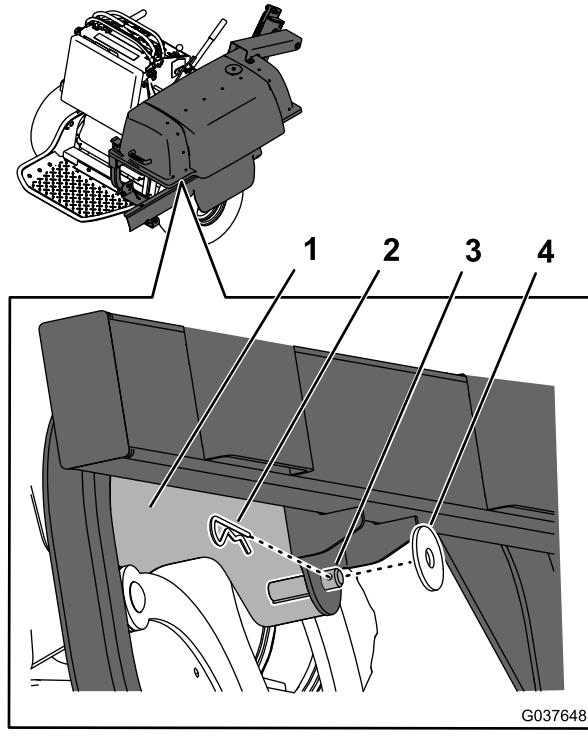

Bild 14
2. Befestigen Sie den Rahmen mit einer Druckscheibe und einem Splint am Stift an der hinteren Befestigungshalterung (Bild 14).